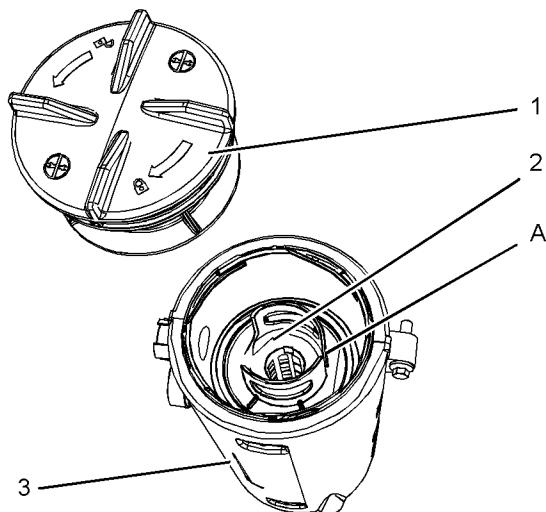

Abbildung 68
4. Die alte Dichtung (4) entfernen und neue Dichtung einsetzen.
5. Neues Filterelement in das Entlüftergehäuse (3) installieren und das Filterelement auf die Position (A) ausrichten. Siehe Abbildung 68. Die Position (A) am Filterelement an Position (B) am Deckel ausrichten.